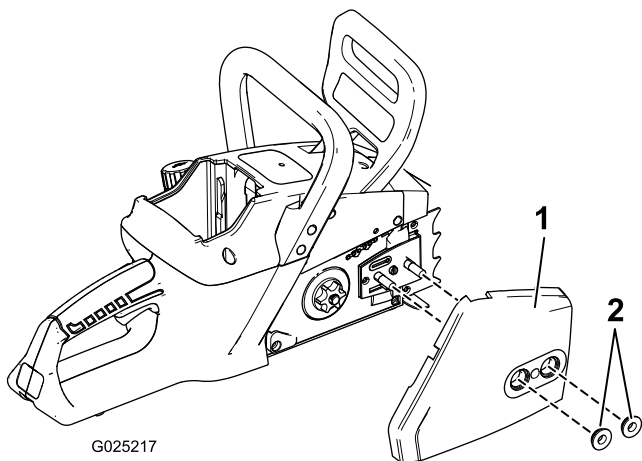

Figura 1
2. Extraiga los dos pernos que sujetan la tapa (Figura 1).
10. Apriete las 2 tuercas (Figura 1).